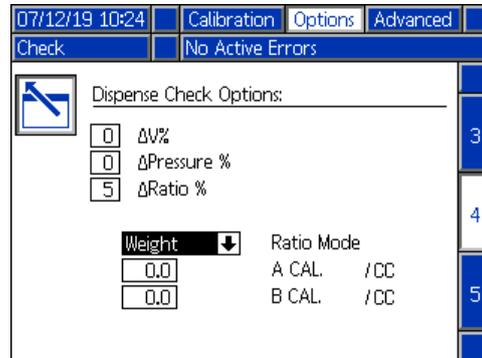

FIG. 32 : Options vérification distrib.
11. Vérifier qu'un pourcentage non nul est saisi pour le champ rapport Delta et qu'un Mode rapport (le poids est recommandé) est sélectionné. Voir la FIG. 32.